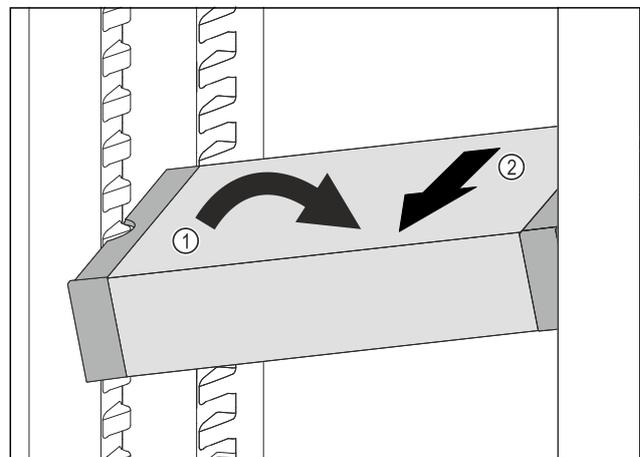

Fig. 109
- ▶ Incliner le VarioSafe dans la partie réfrigérateur Fig. 109 (1)
- ▶ Sortir le tiroir VarioSafe par l'avant Fig. 109 (2)